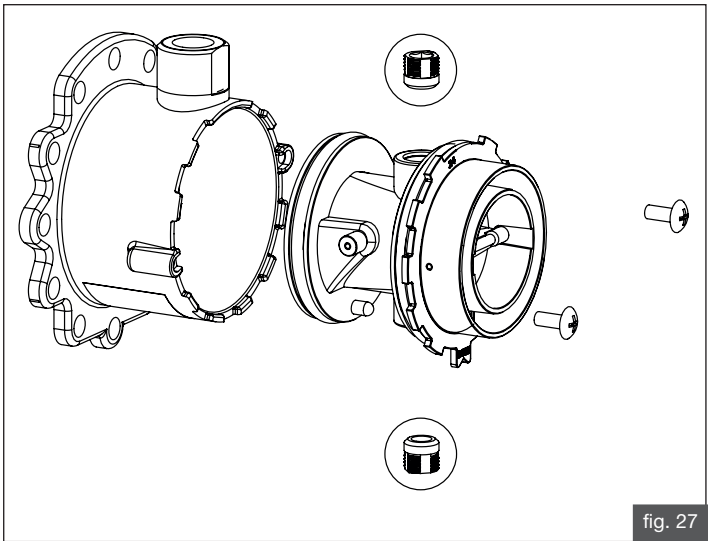

fig. 27
- aprire il miscelatore come illustrato in fig.27;